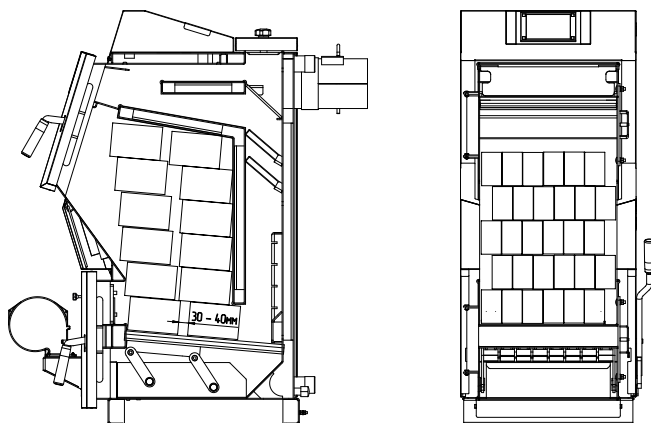
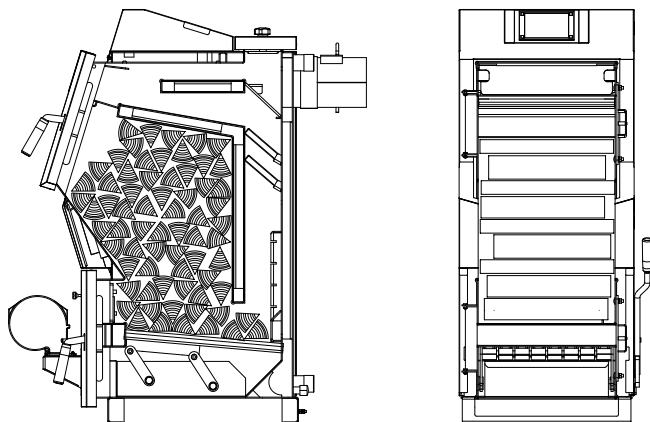
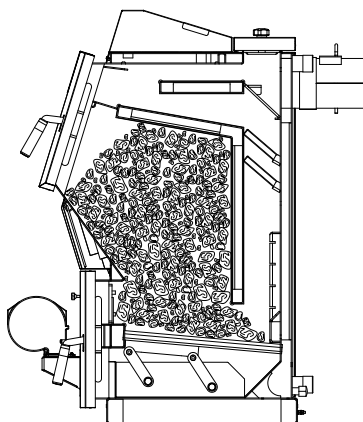

Рис.7 Схема загрузки котла древесными брикетами.
Рис.8 Схема загрузки котла дровами.
Рис.9 Схема загрузки котла углём.
8.5.5. Для полной загрузки котла топливом для длительного горения необходимо: выключить вентилятор нажатием кнопки «СТОП», открыть дверцу загрузочную аккуратно приоткрыв её на 5-10 мм на 10-15 секунд для предотвращения хлопка пиролизных газов и заполнить топку котла топливом, равномерно распределяя его по всему объему в соответствии с Рис.7, Рис.8, Рис.9. После загрузки котла убедиться в отсутствии просыпания топлива на рамку загрузочной двери и отсутствии топлива возле загрузочной двери. После загрузки котла топливом закройте и зафиксируйте дверцу загрузочную (Рис.1 поз.3) и запустите вентилятор кнопкой «ПУСК».
8.5.6. Перед добавлением новой порции топлива убедитесь, что в топке котла заканчивается топливо, узнать о наличии топлива можно во время чистки водоохлаждаемых колосников и зольного ящика через дверцу поддувальную. Для загрузки новой порции топлива в котёл необходимо, выключить вентилятор надува нажатием кнопки «СТОП», произвести чистку колосников шуровочным механизмом, открыть дверцу поддувальную (Рис.1 поз.6), произвести чистку зольного ящика, после чистки установить его на место и закрыть дверцу зольную. Открыть дверцу загрузочную аккуратно приоткрыв её на 5-10 мм на 10-15 секунд для предотвращения хлопка пиролизных газов и заполнить топку котла топливом, равномерно распределяя его по всему объему в соответствии с Рис.7, Рис.8, Рис.9. После загрузки котла топливом закройте и зафиксируйте дверцу загрузочную (Рис.1 поз.3) и запустите вентилятор кнопкой «ПУСК».